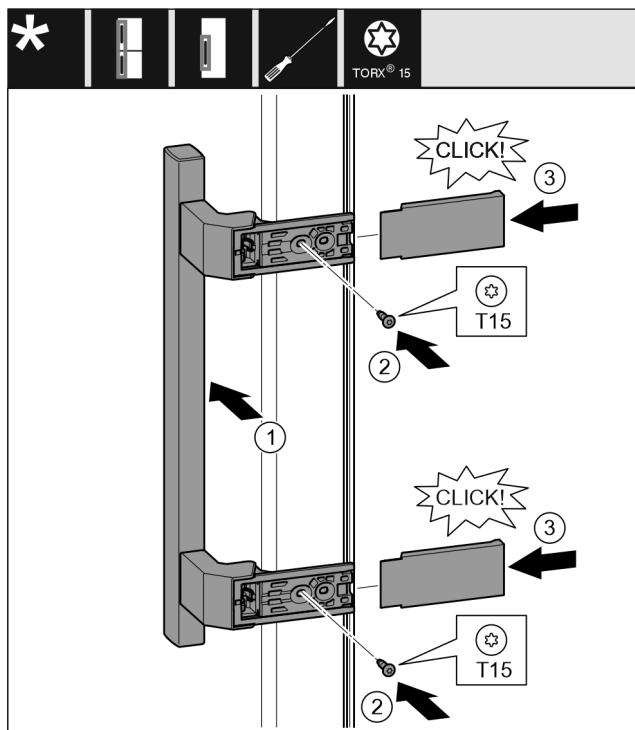

Fig. 20
- Ročaj namestite na nasprotno stran. Fig. 20 (1)
- Trdno privijte vijke z izvijačem T15. Fig. 20 (2)
- Pokrove pristavite ob strani in potisnite gor. Fig. 20 (3)